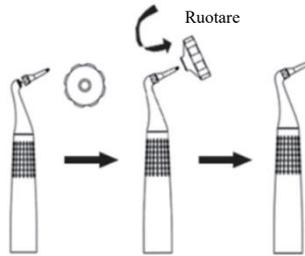

Fig. 6 Blocco dell'ugello
2.3.5.2 Installare l'ugello prima dell'uso, estrarre l'ugello e montarlo all'estremità del manipolo subgengivale. Ruotare prima il dado dell'ugello verso il manipolo, quindi bloccare l'ugello con una chiave inglese, come mostrato nella Fig. 6.